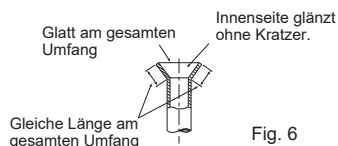

Fig. 6
- Vergleichen Sie die Kelcharbeit mit Fig. 6.